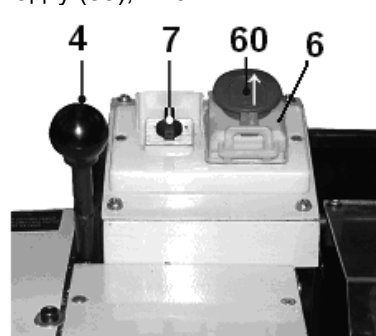

Рис. 14
10.2.2. Нажмите красную крышку (60) магнитного пускателя (6), сдвинув ее в направлении от себя, как показано стрелкой на крышке (60) магнитного пускателя (6). Откройте крышку (60) магнитного пускателя (6) после нажатия на зелёную кнопку (62) при условии, что защитный щиток (40), Рис. 2, опущен (установлено устройство отключения) и переключатель (7) направления вращения шпинделя (46) установлен в одно из положений направления вращения шпинделя (46). Станок включится (начнёт вращаться шпиндель), Рис. 14.